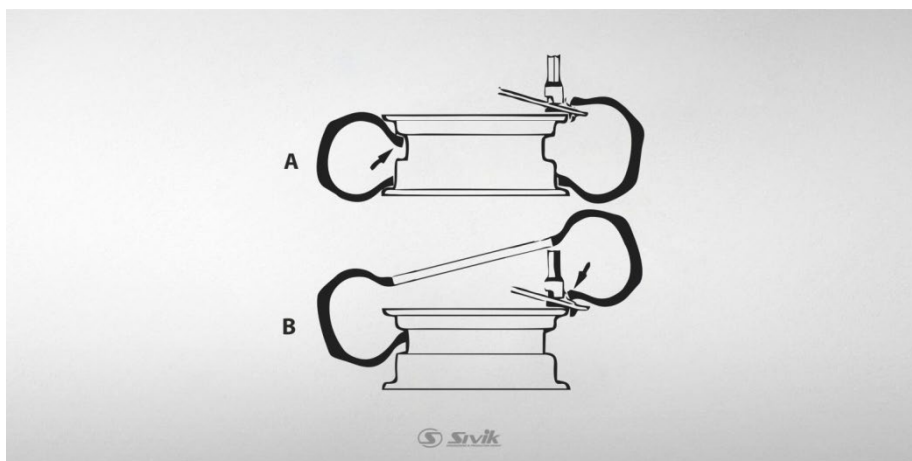

Рисунок 59
- Установите шину на диск под углом (см. Рисунок 59) и, нажав педаль, перевести монтажную колонну в рабочее положение.